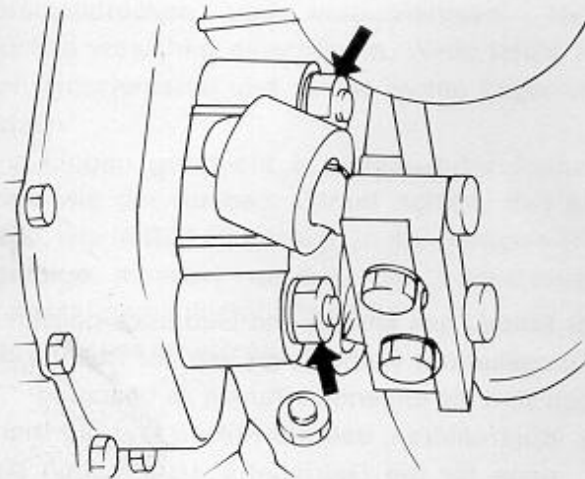

Bild 62
- **Einstellen des Begrenzungsanschlages:** Die Befestigungsweise ist in Bild 62 gezeigt. Die mit den Pfeilen gekennzeichneten Muttern lockern. Motor bei den Wärmeaustauschern erfassen und um seine Längsachse hin- und her bewegen. Muttern am Schaltgehäuse anziehen (Anzugsdrehmoment 2,5 mkp, 25 Nm).